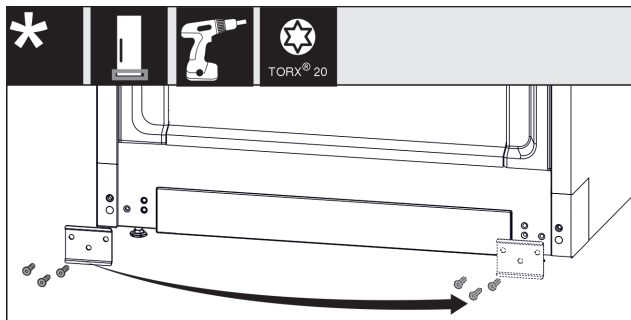

Fig. 14
- Odskrutkujte plech Fig. 14 (1), premiestnite ho na druhú stranu a znova priskrutkujte.